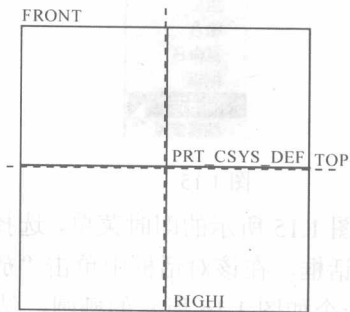

图 1.9
4) 单击“草绘”按钮系统进入草绘界面，在主绘图区的右边出现草绘工具按钮，主菜单上也多出了一个草绘主菜单；三个基准平面方位也自动改变，FRONT 面面向用户，系统同时默认选择了 TOP 面和 RIGHT 面作为草绘时的水平及竖直方向的尺寸参照。结果见图 1.9。